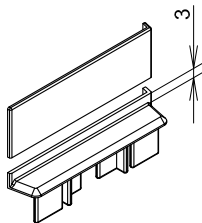

Abb.3 Bearbeitung der Endkappe **9C24** unten. Zuschnitt wie oben (Abb.4) und zusätzliches Entfernen des Überstandes.
3. Abdeckkappen **9C24** bearbeiten (Abb.2 und Abb.3).